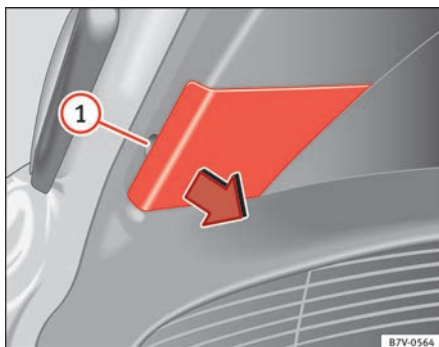

Abb. 209 In der Heckklappe: Abdeckung abnehmen.
3. Mit der flachen Klinge des Schraubendrehers aus dem Bordwerkzeug (⇒ Abb. 198) die Abdeckung an der Aussparung vorsichtig abhebeln ⇒ Abb. 209 ①.